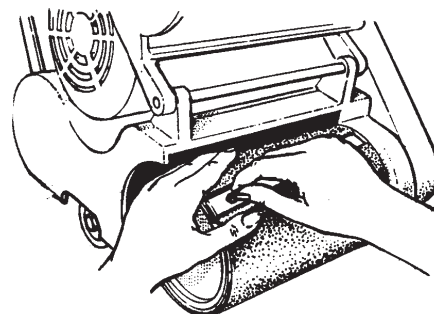

Figure 8
- 6 Pour installer l'abrasif sur un tambour de ponçage équipé d'une bride du papier: desserrer les vis de la bride avec une pièce de monnaie. Ne pas retirer les vis ni la bride du tambour de ponçage. Introduire un bard du papier abrasif sous la bride. Tourner le tambour pour enrouler l'abrasif autour du tambour. Introduire l'autre bard de l'abrasif sous la bride. Centrer l'abrasif et supprimer tout jeu de l'abrasif. Visser les vis sur la bride du papier. Fermer le capot du tambour. (Figure 8)